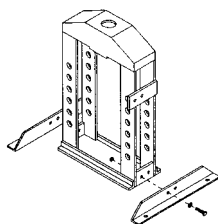

Bild 1: WP 10H
- **Nur für die WP 10H:** Die Füße an dem Pressenkörper mit den beigegeführten Schrauben und Muttern (**siehe Bild 1**) anbringen. Dann die Presse auf eine ebene, horizontale und stabile (auf Eigengewicht der Presse achten) Ablage stellen und diese mit Bolzen und Muttern an der Ablage befestigen.